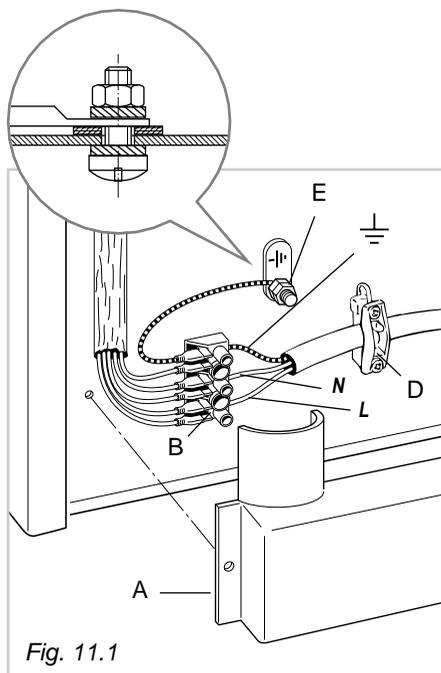

Fig. 11.1
- Svitare le viti di fissaggio della protezione **A** dietro la cucina (Fig. 11.1).